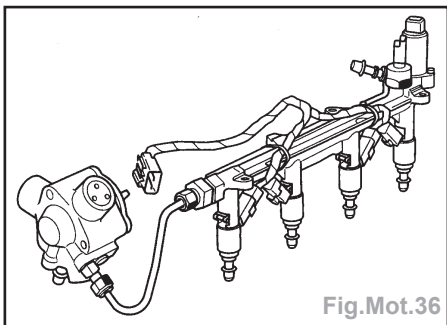

Fig.Mot.36
- Mettre en place (Fig.Mot.36) :